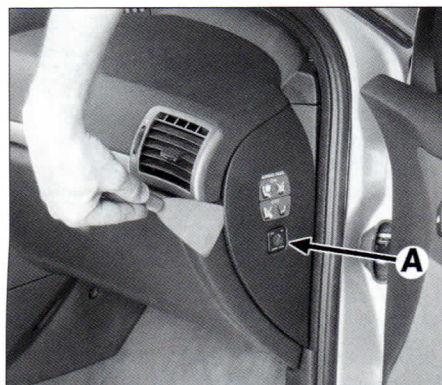
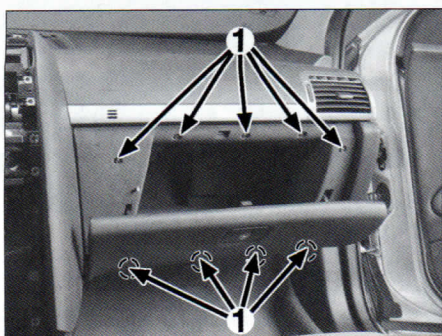

FIG. 12
FIG. 13
- las tapas laterales izq. y der. (fig. 12).
- el conmutador de neutralización del airbag de pasajero (A).
- los 9 tornillos (1) y la guantera de pasajero (fig. 13).